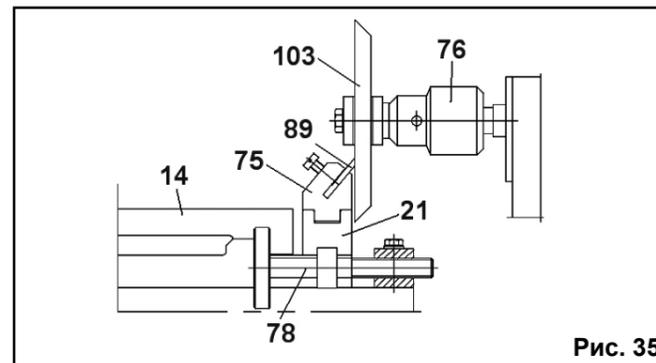

Рис. 35
9.8. Заточка режущего инструмента (Рис. 35)
9.8.2. Как показано на Рис.35, в сверлильный патрон (76) установите и закрепите собранный на оправке заточной диск (103).